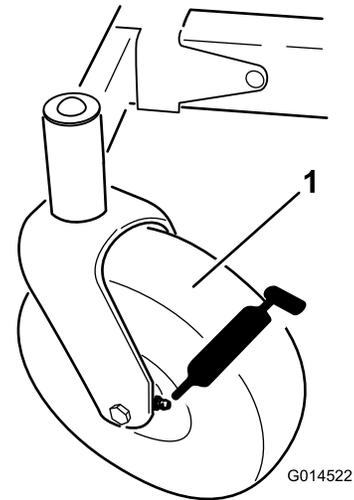
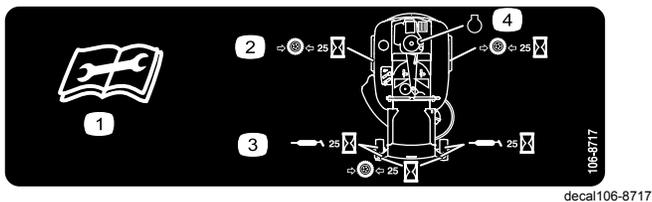

Figura 25
Figura 26
3. Limpie con un trapo los puntos de engrase (Figura 25 y Figura 26).
- Conecte una pistola de engrasar a cada punto de engrase (Figura 25 y Figura 26).